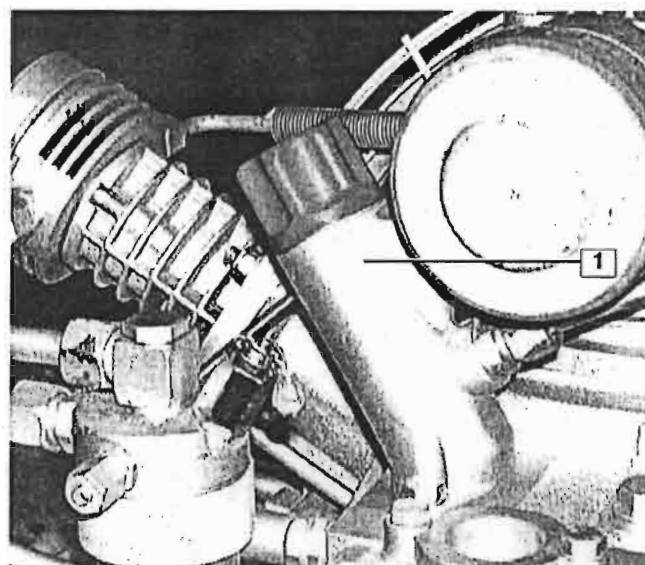

Рис. 21 Маслозаливная горловина
- Удалите красную крышку с маслозаливной горловины (1, Рис. 21).